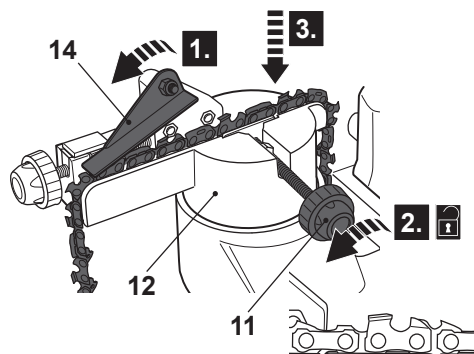

Fig. 3
- > Gire el tope de cadena (14) hacia atrás y déjelo abierto (fig. 3).
- > Abra el tornillo de banco (12). Para ello, gire el tornillo de fijación (11) a la izquierda hasta que haya una separación suficiente para la cadena de la motosierra.